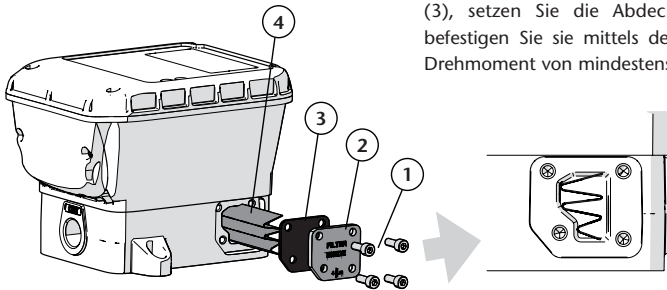

Fig. 10
Setzen Sie den Filter wieder ein und überprüfen Sie die korrekte Position (Abb. 10). Montieren Sie die Dichtung (3), setzen Sie die Abdeckung (2) wieder auf und befestigen Sie sie mittels der Schrauben (1) mit einem Drehmoment von mindestens 6 Nm.